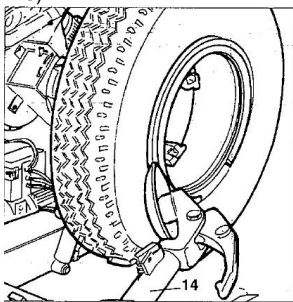

Рис. 31
- 2) Опустите монтажную лапу (14, рис. 31) в рабочее положение, пока оно не зафиксируется.
- 3) Установите рычаг с диском отрыва борта шины напротив обода колеса (см. рис. 31).
- 8) Отведите монтажную лапу (14, рис. 31) от закраины обода колеса. Освободите крюк и установите ее в нерабочем положении.